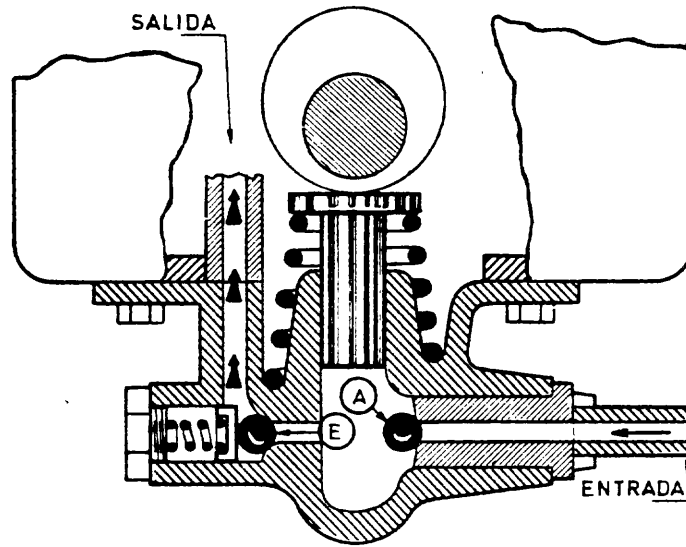

Fig. 5
Bomba de pistón (fig. 5). El movimiento del pistón se efectúa por intermedio de una excéntrica del eje de levas. Al pasar la excéntrica, el pistón sube succionando aceite a través de la válvula(A), llenando la cámara. Al empujar la leva al pistón, éste baja presionando al aceite y lo envía por la válvula(E) hacia la salida.